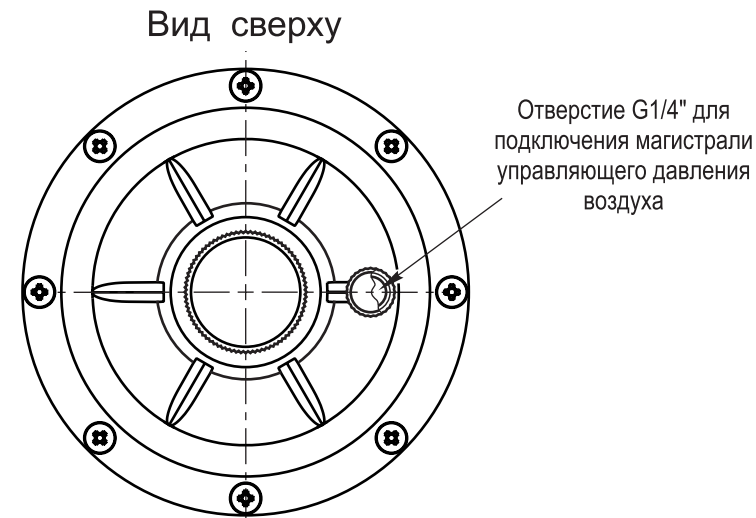

Рис. 7
4.2.13 Для подключения магистрали управляющего давления воздуха необходимо выкрутить заглушку 5 (рис. 1 и рис. 7) с резьбой G1/4" и присоединить в данное отверстие соответствующий трубопровод.